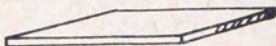

Fig. No. 4 (4)
**Medidas:** 46 cms ancho, 46 cms largo (figura No. 4).